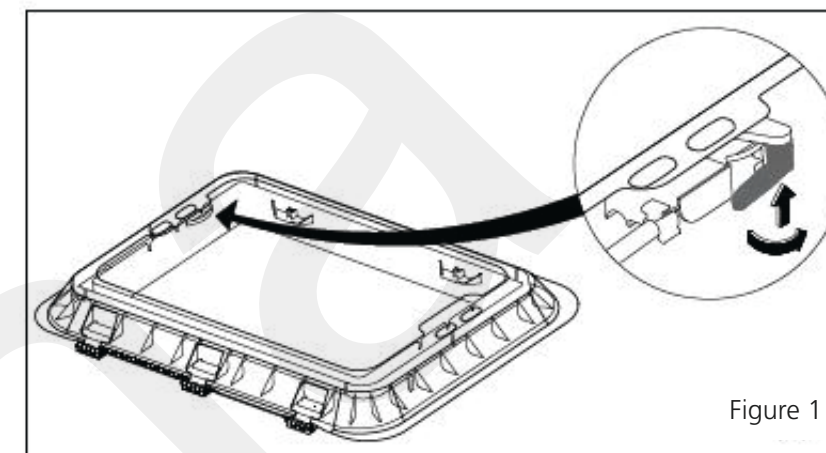

Figure 1
1. Appuyez sur le bouton de la poignée et tournez-le de 90° (voir figure 1).